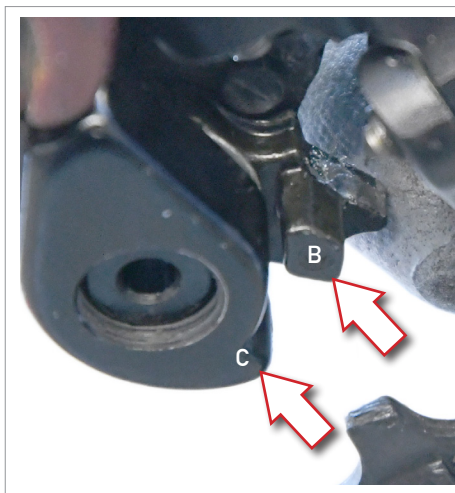
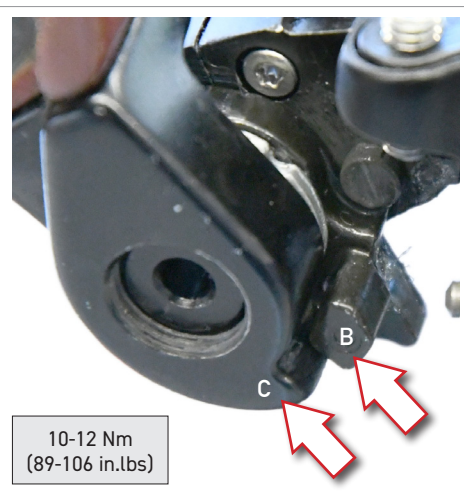

Fig.5
Fig.6
• Lors du montage, assurez-vous que la dent du dérailleur arrière (B - Fig.5) repose correctement sur la dent de la patte (C - Fig. 6).